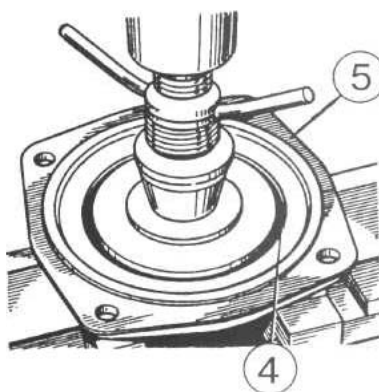

Рисунок 4.107
- з) выпрессуйте манжету 4 из крышки 5 (рисунок 4.107) (запрессовывайте манжету с помощью приспособления);